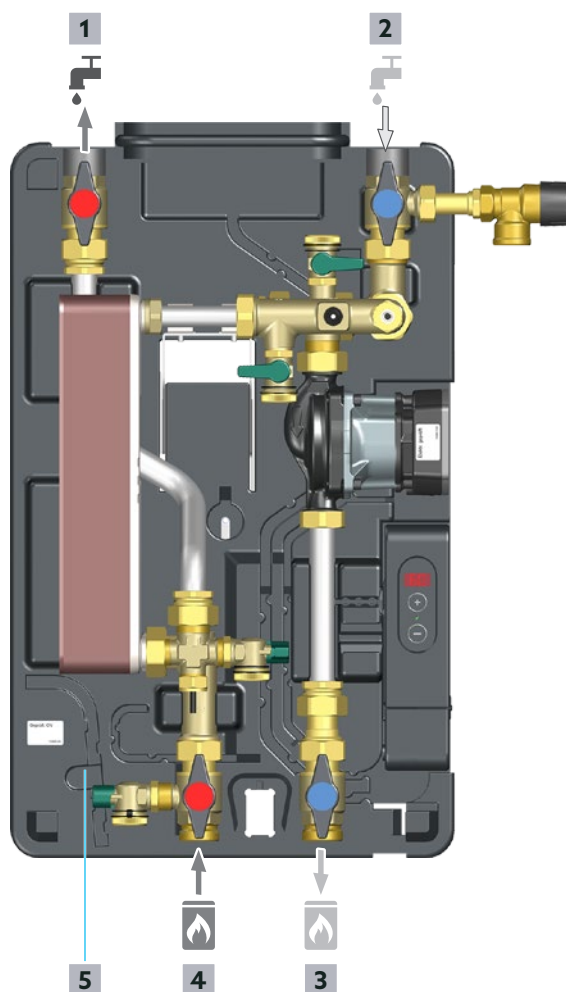

Fig. 14: Description du fonctionnement
- Monter un clapet anti-retour (position 4 sur la Fig. 4 en page 13) sur l'aller eau potable froide (position 2 sur la Fig. 14 en page 21), afin de séparer l'eau potable froide de l'eau potable déjà chauffée à l'intérieur de la station.